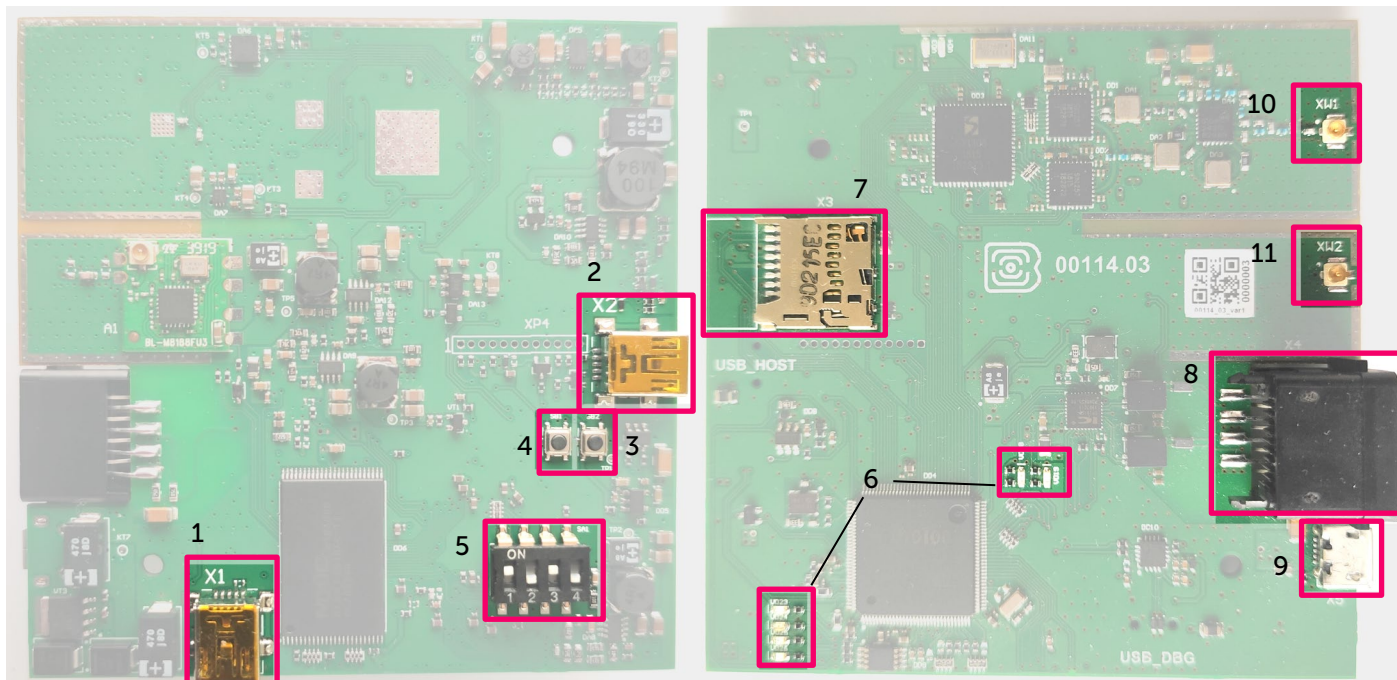

Рис. 3.1. Расположение средств управления и индикации, а также входных и выходных интерфейсов.
Базовая станция имеет mini USB порт для подключения к компьютеру и работы по протоколу SSH (рис. 3.1 (1)), а также mini USB для подключения внешних устройств по USB кабелю (рис. 3.1 (2)). Кроме того, на плате расположено гнездо для SD накопителя (рис. 3.1 (7)).
На плате базовой станции расположены две кнопки. Одна из кнопок находится в резерве (рис. 3.1 (3)). Вторая кнопка мгновенно перезагружает базовую станцию (рис. 3.1 (4)).
Кроме того, на плате расположены переключатели (рис. 3.1 (5)), которые предназначены для выбора способа загрузки образа прошивки: с внутренней памяти, с SD-карты или через mini USB с компьютера и используются только в условиях сервиса. В рабочем режиме положение переключателей должно быть таким, как на рисунке 3.3 – включены только переключатели 1 и 3.
На плате расположены несколько светодиодных индикаторов (рис. 3.1 (6)), сигналы которых описаны в таблице ниже. Они отображают функционирование той или иной системы: функционирование программы по работе с веб-интерфейсом, функционирование программы обработки сигналов LoRa (Packet forwarder запущен/не запущен), питание, Wi-Fi и пр.
При подключении по последовательному порту необходимо соединить базовую станцию с персональным компьютером кабелем с разъемом mini-USB. На плате нужный порт обозначен как USB\_DBG (рис. 3.1(1)). Далее необходимо осуществить подключение к виртуальному COM-порту, для этого нужно установить драйвер для MCP2200. Тогда в диспетчере устройств появятся «Порты (COM и LPT)».